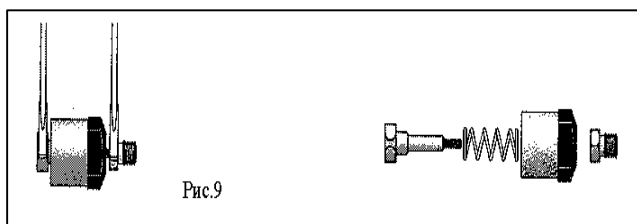

Рис.9
- Будьте осторожны, так как механизм находится под давлением пружины (5), и при разборке детали могут «разлететься». Рис. 9.